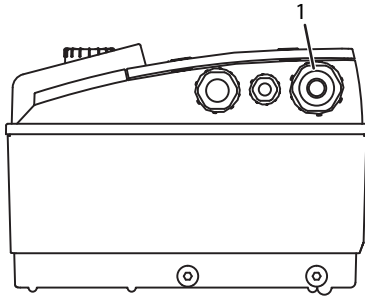

Fig. 22: Kabelverschraubung M25
- Die Netzanschlussleitung ist durch die Kabelverschraubung M25 (Fig. 22, Pos. 1) zu führen.